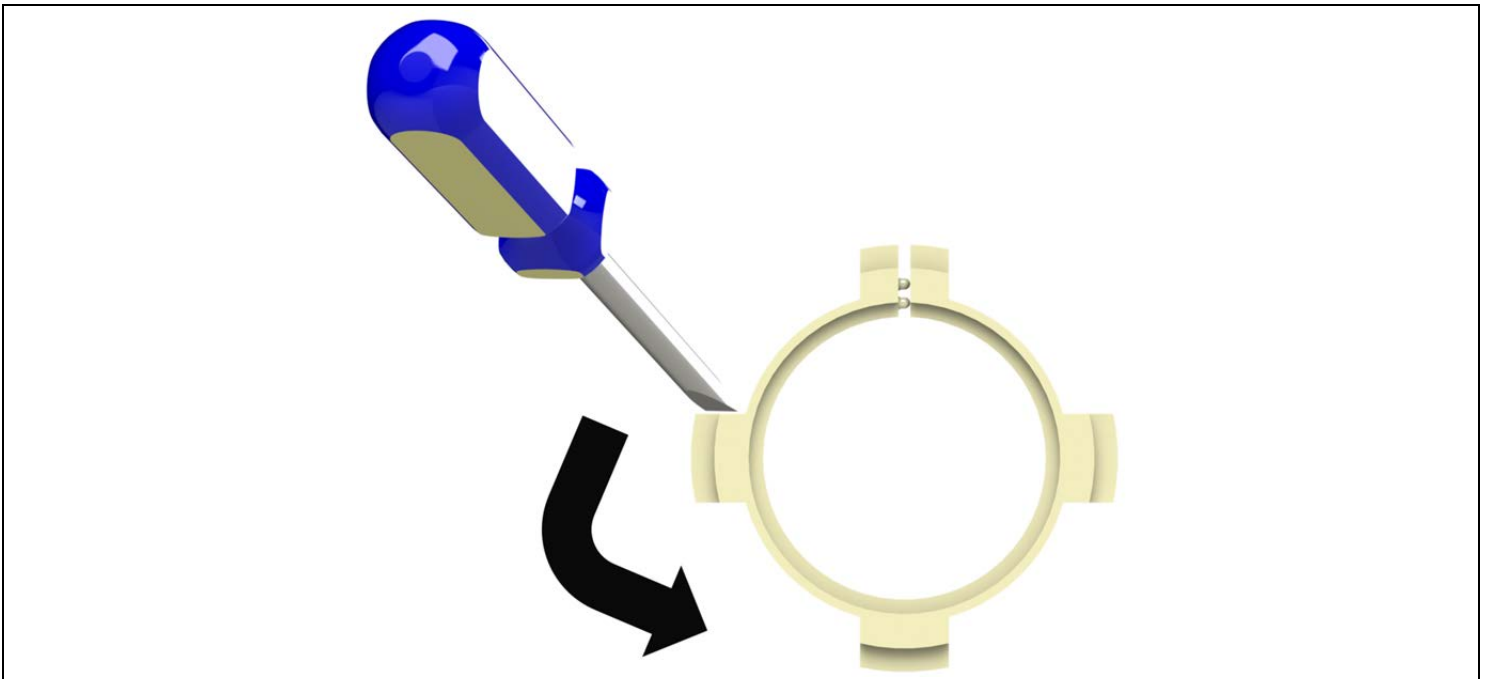

Figura 14. Paso 3 de Desmontaje
3. Cuando los clips estén destrabados, localice las lengüetas de los cojinetes de ambos extremos del eje de transmisión. Inserte la punta de un destornillador de cabeza plana en la muesca que se indica en la *Figura 14*. Gire la lengüeta del cojinete un octavo de vuelta aproximadamente, en sentido contrario a las agujas del reloj.